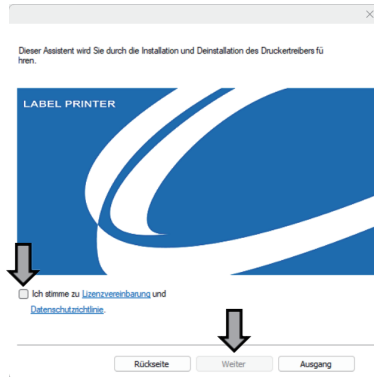

Fig.11
⑤ Fahren Sie mit dem nächsten Installationsbildschirm fort. Lesen Sie die Lizenzvereinbarung und die Datenschutzrichtlinie sorgfältig durch, aktivieren Sie anschließend „Ich stimme zu“ und klicken Sie auf „Weiter“ (siehe Abbildung 11).